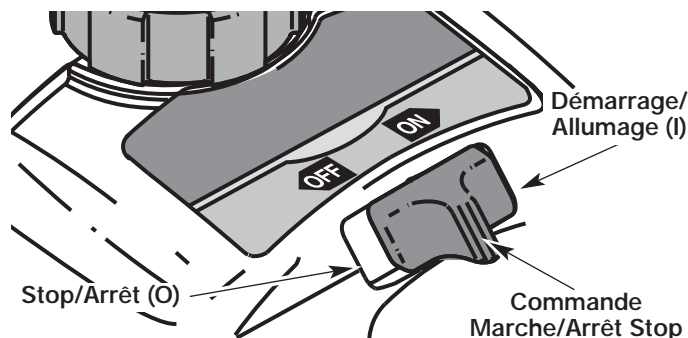
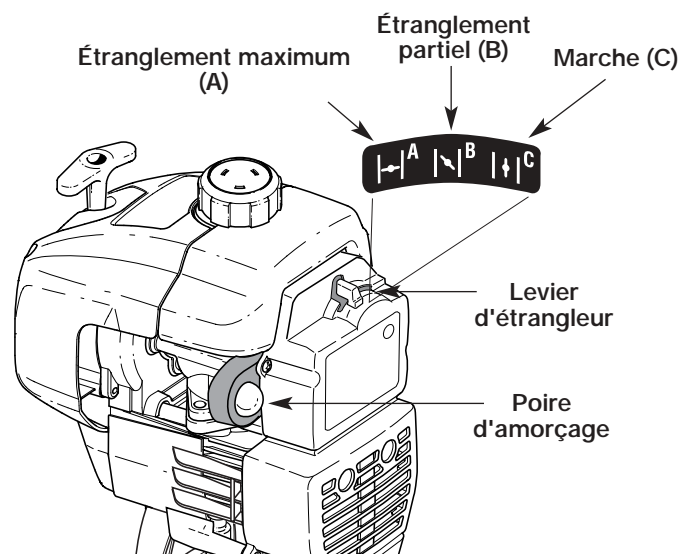

Fig. 6
Fig. 7
2. Mettez la commande Marche/Arrêt Stop en position **MARCHE (I)** (Fig. 6).
3. Enfoncez complètement la poire d'amorçage et relâchez-la lentement 10 fois de suite. Vous devriez voir du carburant dans la poire (Fig. 7). Si vous ne voyez rien, appuyez trois (3) fois de plus ou jusqu'à ce que le carburant apparaisse.
4. Mettez le levier d'étrangleur en position d'étranglement **MAXIMUM (A)** |←| (Fig. 7).
6. Mettez le levier d'étrangleur en position d'étranglement **PARTIEL (B)** |↘| (Fig. 7).
REMARQUE: Si le moteur se noie durant le démarrage, placez le levier d'étrangleur en position **MARCHE (C)** |↑| (Fig. 7). Appuyez sur la manette des gaz. Tirez rapidement sur la corde de démarrage. Le moteur devrait démarrer après 3 à 8 coups.
9. Appuyez sur la manette des gaz de 5 à 10 secondes pour réchauffer le moteur. Mettez le levier d'étrangleur en position **MARCHE (C)** |↑| (Fig. 7).
REMARQUE: Il n'est pas nécessaire d'utiliser l'étrangleur pour démarrer un moteur chaud. Mettez la commande Marche/Arrêt Stop en position **MARCHE (I)** (Fig. 6), puis démarrez en position d'étranglement **PARTIEL (B)** |↘| (Fig. 7). Après le démarrage, placez le levier d'étrangleur en position **MARCHE (C)** |↑| (Fig. 7).
2. Mettez la commande Marche/Arrêt Stop en position **ARRÊT (O)** (Fig. 6).